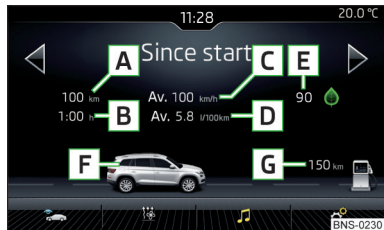

Fig. 47
**Visualización de la pantalla** » fig. 47